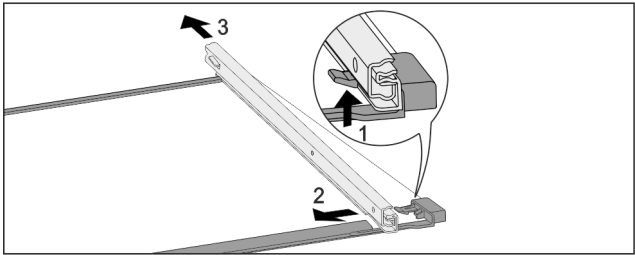

Fig. 159 带轨道的玻璃隔板
- ▶ 向上按前端的锁定钩。Fig. 159 (1)
- ▶ 将牵伸轨推向一侧 Fig. 159 (2)，然后向后 Fig. 159 (3) 推。